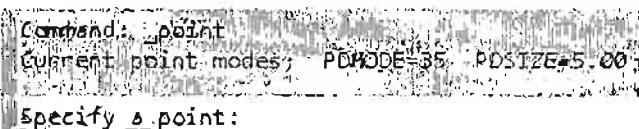

Рис. 3.27. Запрос о положении точки на чертеже
- Щелкните мышью на кнопке Point (Точка), расположенной на панели инструментов Draw (Рисование). В командной строке появится запрос о положении точки на чертеже (рис. 3.27).